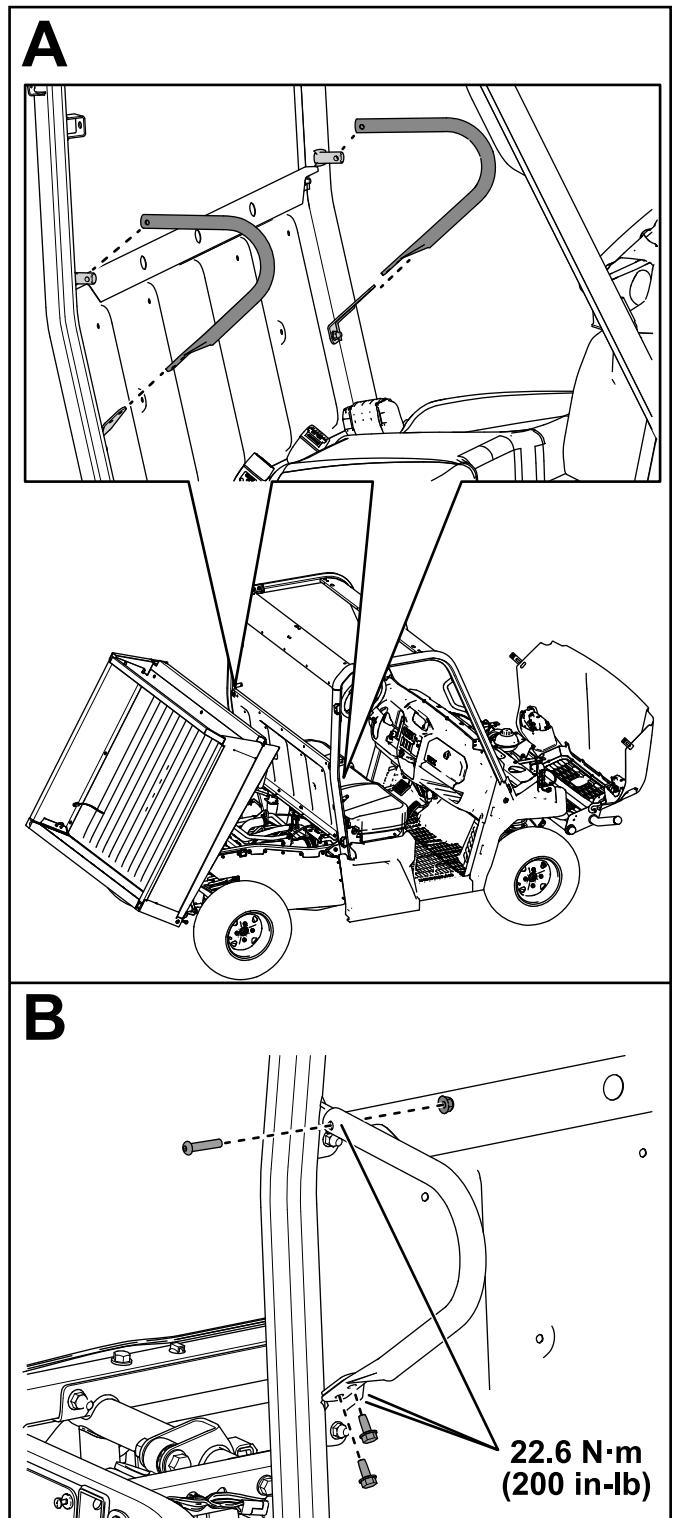

Bild 21
16. Befestigen Sie die beiden Schulterbügel mit vier Blechschrauben (5/16" x 3/4"), zwei Flachkopfschrauben (5/16" x 1½") und zwei Sicherungsmuttern (5/16") an den hinteren Überrollbügeln, wie in Bild 21 dargestellt.
Ziehen Sie die Sicherungsmuttern (5/16") mit einem Drehmoment von 22,6 N·m fest, wie in Bild 21 dargestellt.